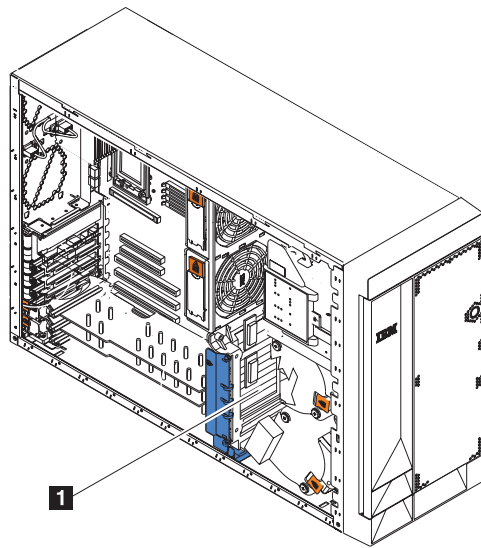
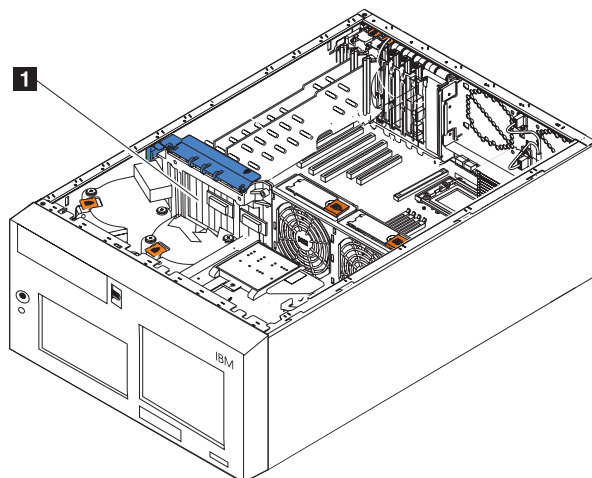

図 117. エンジンの DASD バックプレーンの位置 (モデル 25T)
図 118. エンジンの DASD バックプレーンの位置 (ラック・マウント変換機構付きモデル 25T)
11. ケーブルを、アダプター支持ブラケットを通してルーティング (126 ページの図 47 を参照) し、SCSI ケーブルのもう一方の端を、エンジンの DASD バックプレーン上のハード・ディスク SCSI コネクター (J9) に接続します。バックプレーンの位置については、図 117 または 207 ページの図 118 を参照してください。